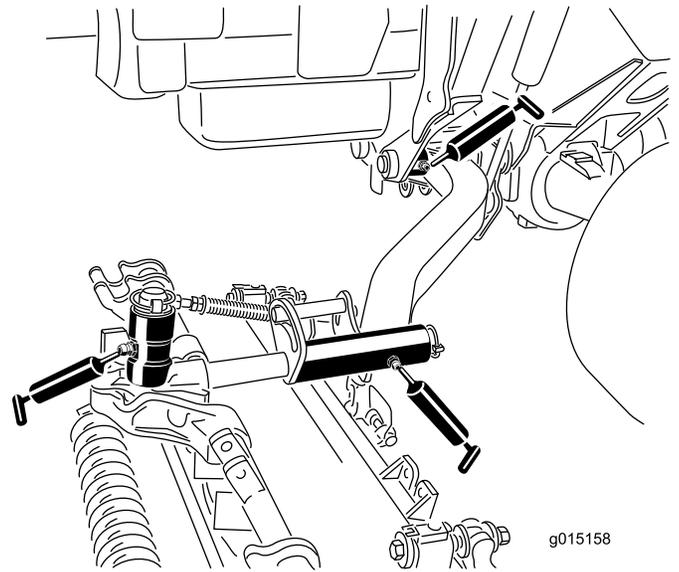

Bild 71
- Hubarm-Drehbüchsen (1 pro Schneideinheit) (Bild 71)
- Schneideinheit-Trägerrahmen (2 pro Schneideinheit) (Bild 71)
- Mähwerk-Hubarmgelenk (1 pro Schneideinheit) (Bild 71)